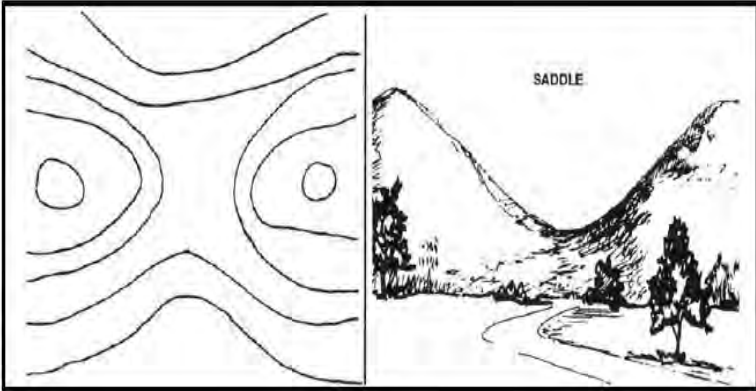

Figure 071-COM-1001-3. Saddle.
c. Identify a valley (Figure 071-COM-1001-4).